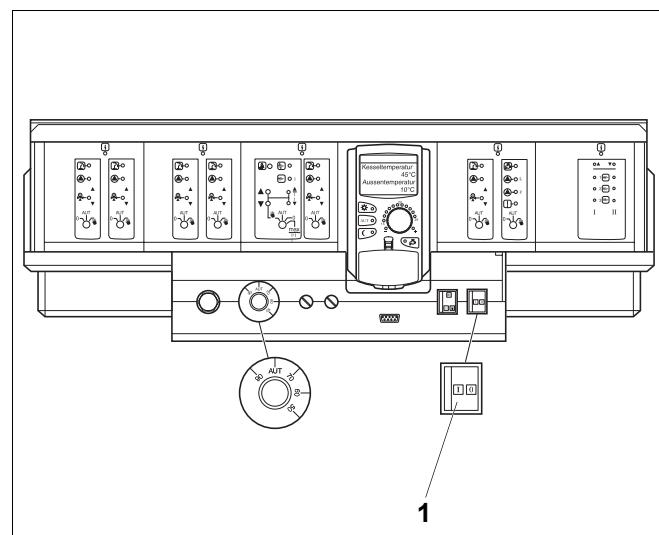

Рис. 38 Система управления Logamatic 4000
- Переведите пусковой выключатель (рис. 38, поз. 1) в положение "0" (ВыКЛ), на установке с двумя котлами – на двух системах управления.
- Если установка с двумя котлами подключена к подходящей для этого системе отвода дымовых газов, то в летний период она может работать только с одним котлом. На котле 2 переведите пусковой выключатель (рис. 38, поз. 1) в положение "0" (ВыКЛ).